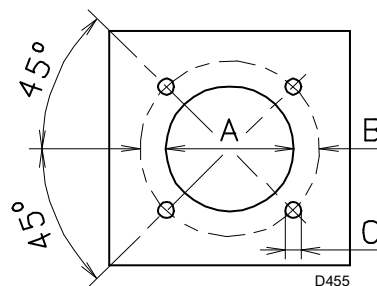

图 14
如图 14 (表 J) 所示, 在炉膛前烟箱板上钻孔。可以用随燃烧器附带的隔热垫定位螺纹孔的位置。
- 将燃烧器整体安装到之前在锅炉前烟箱板上已钻好的孔 (图 14) 上, 同时将随附螺丝拧紧。